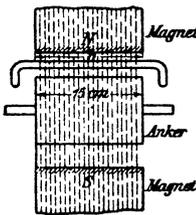

Fig. 50.
**136.** Ein Draht eines Trommelankers wird von einem Strome von 40 [30] (160) A durchflossen und befindet sich auf 15 [18] (30) cm Länge in einem magnetischen Felde von 5000 [6000] (9000) Gauß. Mit welcher Kraft wird der Stab senkrecht zu den Kraftlinien fortgetrieben? (Fig. 50.)